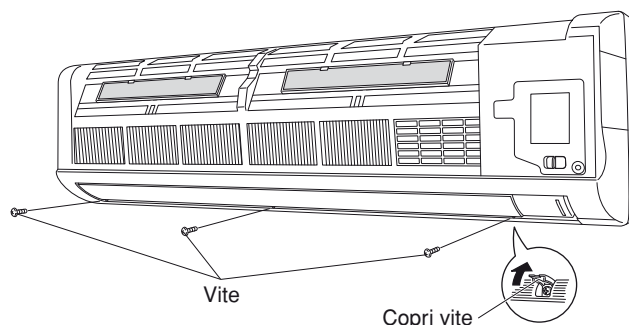

Fig. 17-2
- (2) Rimuovere le 3 viti quando i loro coperchi sono aperti. (Fig. 17-2)